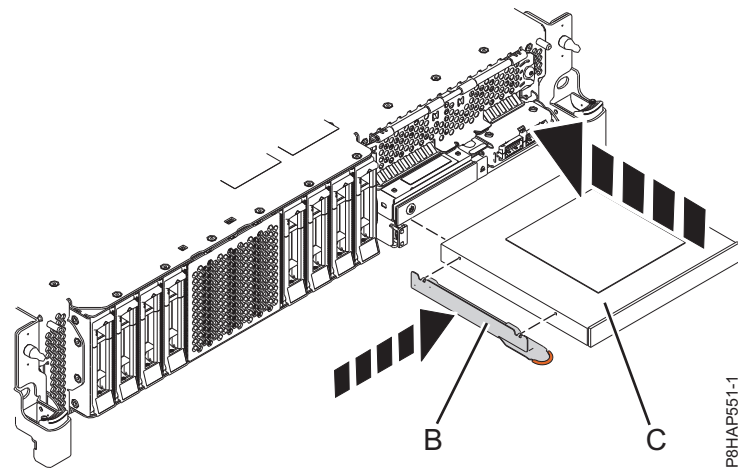
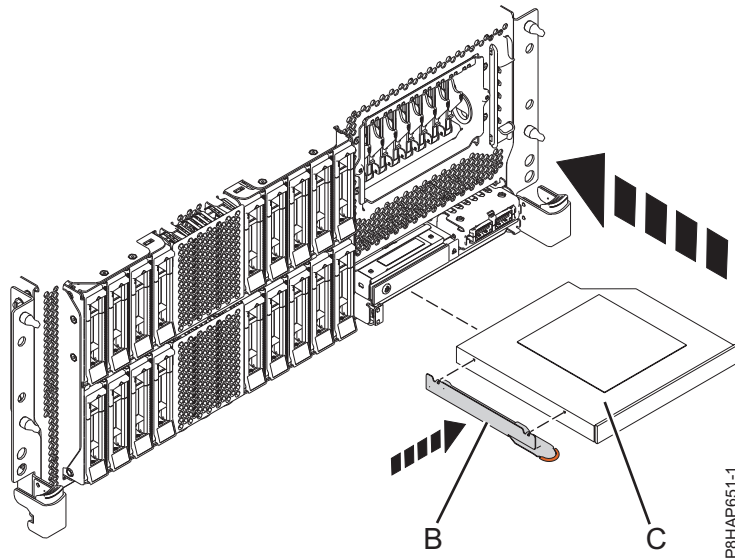
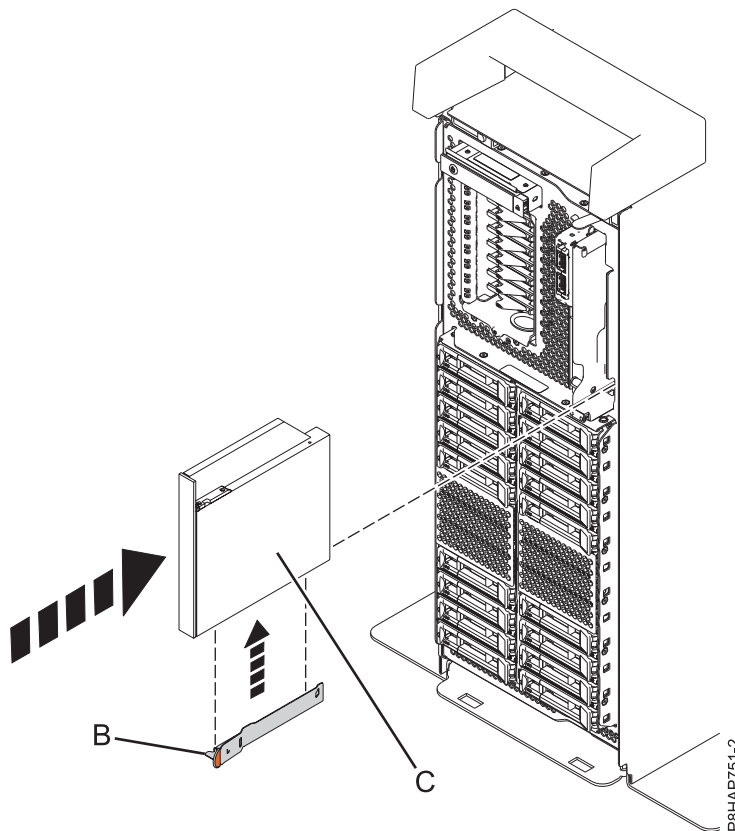

図 57. 5148-21L、5148-22L、 8247-21L、8247-22L、8284-21A、または 8284-22A システムにおけるスリムライン・メディア・デバイスの取り替え
図 58. ラック・マウント型 8247-42L、8286-41A、または 8286-42A システムにおけるスリムライン・メディア・デバイスの取り替え
図 59. スタンドアロン型システムにおけるスリムライン・メディア・デバイスの取り替え
5. 障害のあるスリムライン・メディア・デバイスから取り外した保持ブラケット (B) を取り出します。
6. 5148-21L、5148-22L、 8247-21L、8247-22L、8284-21A、または 8284-22A システムについては 71 ページの図 57 を、ラック・マウント型 8247-42L、8286-41A、または 8286-42A システムについては 72 ページの図 58 を、また、スタンドアロン型 8286-41A システムについては 72 ページの図 59 を参照してください。
5148-21L、5148-22L、 8247-21L、8247-22L、8284-21A、または 8284-22A システムについては 図 57 を、ラック・マウント型 8247-42L、8286-41A、または 8286-42A システムについては 72 ページの図 58 を、また、スタンドアロン型 8286-41A システムについては 72 ページの図 59 を参照してください。